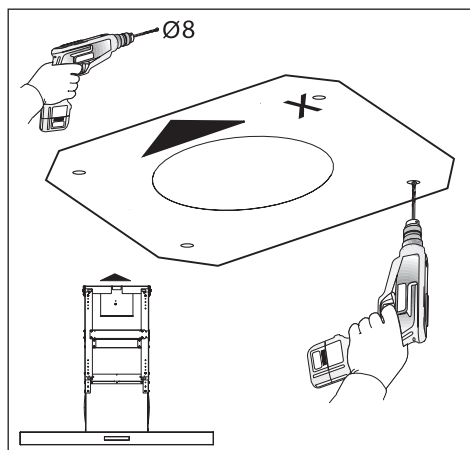

Fig.7
- Posizionare la dima di foratura sul soffitto facendo attenzione che la freccia sia posizionata nello stesso lato del comando dell'apparecchio (Fig.7).